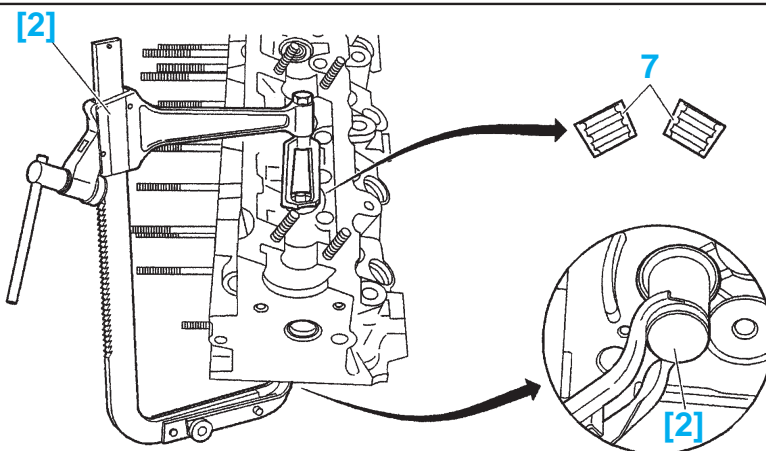

fig. Mot. 140
- Mettre en place l'outil [2] genre FACOM U43LA (fig. Mot. 140).
- les demi-cônes (7)
- Comprimer le ressort à l'aide du compresseur [2] (fig. Mot. 140).
- Reposer les demi-cônes (7).